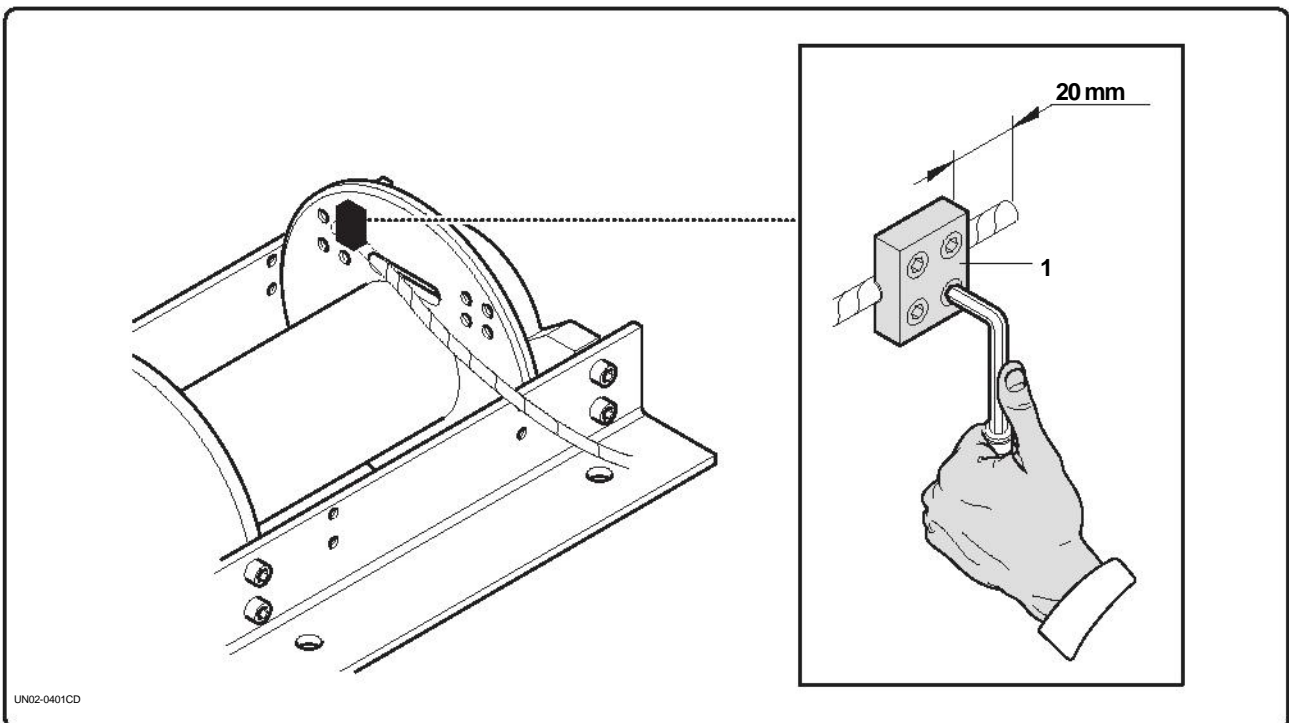

fig. 9.1.1
- 1) Introdurre il capo della fune nella feritoia del bordo del tamburo e successivamente nel morsetto "1" (fig. 9.1.1);
- 1) Place the end of the cable in the slot on the edge of the drum and then in the clamp "1" (fig. 9.1.1);